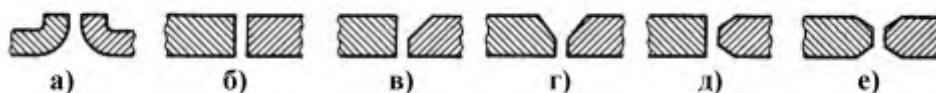

Рис.6.
- Рис. 6 Предварительная подготовка кромок: а) с отбортовкой кромок; б) без скоса кромок; в) со скосом одной кромки; г) со скосом двух кромок; д) с двумя скосами одной кромки; е) с двумя скосами двух кромок.